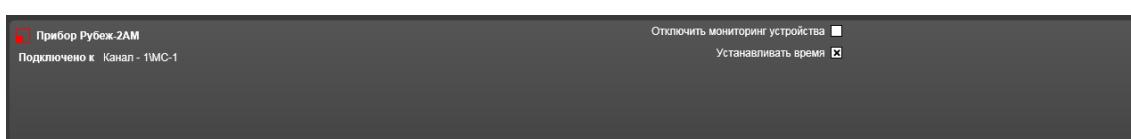

Рисунок 14.3.43 – Свойства устройств Рубеж-2АМ, Рубеж-4А, Рубеж-ПДУ, Рубеж-БИ, МС-3, МС-4, УОО-ТЛ
4) **Рубеж-2АМ, Рубеж-4А, Рубеж-ПДУ, Рубеж-БИ, МС-3, МС-4 или УОО-ТЛ** (Рисунок 14.3.43).